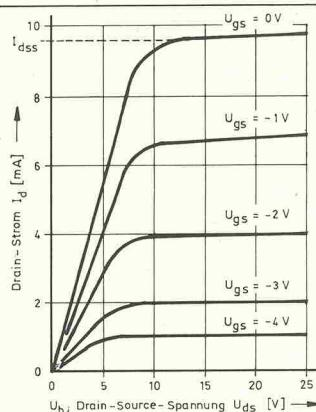

Bild 4. Idealisiertes Kennlinienfeld eines N-Kanal-Sperrsicht-FETs.
Kanal-Sperrsicht-FETs vermittelt Bild 4. Die Darstellung ist zwar idealisiert, illustriert aber einige wichtige Eigenschaften dieses FET-Typs. Diese sind:
4. Betrachtet man das Kennlinienfeld für den Sperrsicht-FET in Bild 4, sieht man, daß der Drainstrom I_d für jeden Wert der Gate-Spannung U_{gs} linear von Null aus ansteigt, wenn man die Drain-Source-Spannung U_{ds} von Null bis zum 'Knie' der Kennlinie steigert. Nach Durchlaufen des Knees bleibt der Drain-Strom bei weiterer Steigerung der Drain-Source-Spannung praktisch konstant.
Aus dem Kennlinienfeld von Bild 4 geht hervor, daß der Drain-Strom I_d primär von der Gate-Spannung U_{gs} abhängt, wenn die Drain-Spannung U_{ds} oberhalb der Kiespannung liegt. Unter diesen Betriebsbedingungen arbeitet der FET als spannungsgesteuerte Stromquelle. Der FET wirkt als Konstantstromquelle, wenn man das Gate mit der Source verbunden (Bild 8a) oder an das Gate eine feste negative Vorspannung legt (Bild 8b). Bei geeigneter Vorspannungseinstellung kann man den FET als Spannungs-Strom-Wandler betreiben.